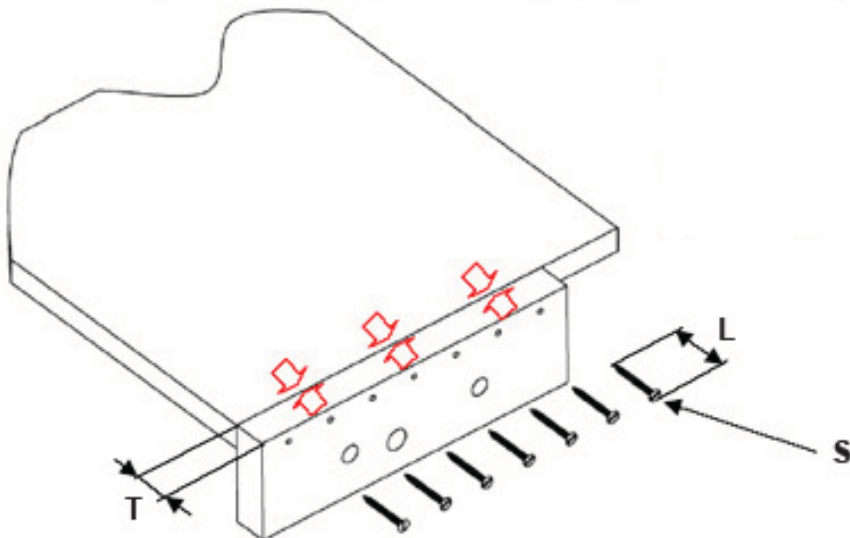

Figure 5
- a) Si l'établi n'est pas muni d'une ceinture, ajoutez une mâchoire arrière supplémentaire à l'avant de l'établi. Choisissez le nombre de vis et leur calibre en fonction des dimensions de la mâchoire arrière supplémentaire. Le nombre approximatif de vis à bois est de cinq à sept vis de Ø 6 à 8 mm (0,24 po à 0,32 po). Posez la mâchoire arrière de façon à ce que son rebord supérieur affleure le dessus du plateau de l'établi. Si l'établi est muni d'une ceinture, percez des trous dans la ceinture pour la vis de serrage (3) et les tiges-guides (6) – voir **figure 5**.